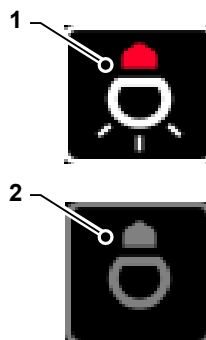

ABB. 6
5.6 - BELEUCHTUNG DER BACKKAMMER (Abb. 6)